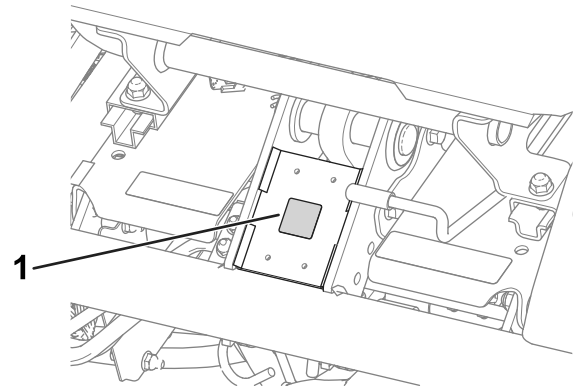

Figure 15
- Apposez l'autocollant de marque de conformité CE sur le cadre, sous l'avant du siège (Figure 15).